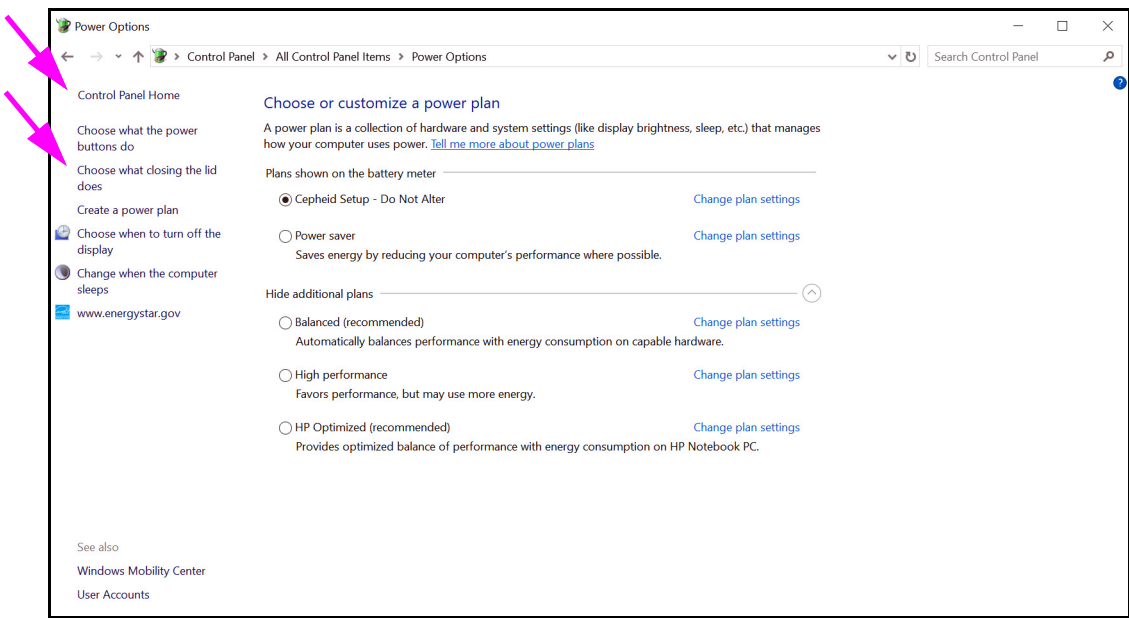

图 2-29. Power Options（电源选项）窗口
9. 单击 **Cancel**（取消）以关闭 Edit Plan Settings（编辑计划设置）窗口。出现 Power Options（电源选项）窗口（请参见图 2-29）。